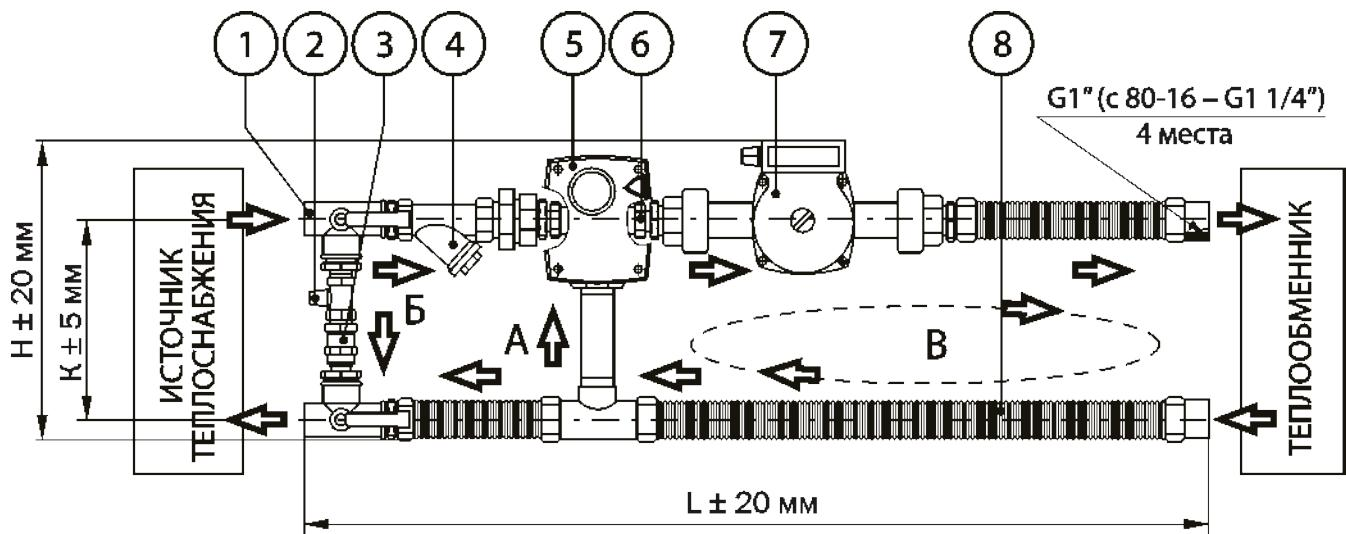
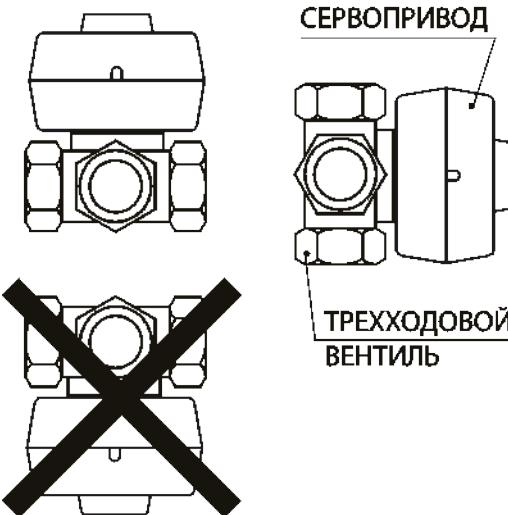

Рисунок 1. Схема смесительных узлов прямой конфигурации:
Рисунок 5. Правильное и неправильное расположение сервопривода
Регулирование мощности осуществляется с помощью трехходового вентиля (6 на рис. 1 и 2), управляемого сервоприводом (5).
на частичный пропуск отработавшей (охлажденной) в теплообменнике жидкости по направлению А (рис. 1 и 2) обратно, в подмес к входящей горячей, тем самым охлаждающей ее.
При «нулевой» отопительной мощности (положение вентиля В) вентиль полностью перекрывает поток от источника теплоснабжения, и жидкость циркулирует только в контуре В (рис. 1 и 2) и теплообменнике – при работе насоса узла (7). Для предотвращения остановки протока в контуре теплоснабжения узел оборудован байпасом, который пропускает поток Б (рис. 1 и 2) обратно к источнику тепла через обратный клапан (3). На ветви байпаса установлен регулировочный вентиль (2), посредством которого производят настройку сопротивления байпаса (при необходимости).
Подключение смесительного узла может производиться посредством штатных нержавеющих гибких трубок с резьбовыми гайками (8 на рис. 1 и 2) непосредственно к патрубкам входного коллектора теплообменника. К шаровым запорным кранам присоединяется трубопровод контура теплоснабжения.
Установка смесительного узла должна производиться таким образом, чтобы отстойник фильтра (4 на рис. 1 и 2) был направлен вниз. В противном случае повышенное засорение сетки фильтра повлечет за собой снижение мощности воздухонагревателя и риск его замерзания.
Коробка сервопривода (5 на рис. 1 и 2) трехходового вентиля не должна располагаться в нижнем положении (см. рис. 5).}
Винтовой регулировочный вентиль (рис.1[2], поз.2) предназначен для настройки оптимальной потери давления обратного клапана (рис.1[2], поз.3), который служит для выравнивания давления (недопущения взаимного влияния насосов узла и системы отопления), а так же предотвращает остановку тока воды в котловом контуре при работе узла.
- «Б» – жидкость циркулирует по «малому» контуру В (на рис. 1 и 2), теплоноситель от источника тепла течет по ветке байпаса Б, не попадая внутрь смесительного узла;